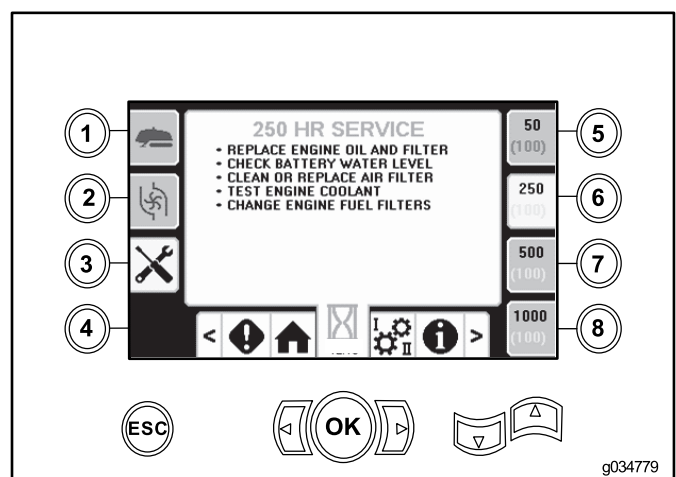

Figura 45
- Botón 6 – 250 horas (Figura 45)